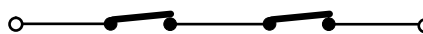

Fig. 12
N.B. Se due o più dispositivi hanno la stessa funzione (apertura o chiusura) vanno collegati in serie tra di loro (vedi fig.12). Devono essere utilizzati contatti N.C.